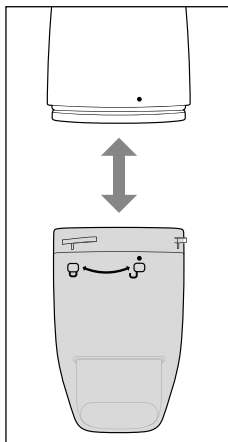

Fig. 7
2. Para desmontar el depósito de suciedad **3** del aparato, tire de este hacia abajo (consulte la fig. 7).